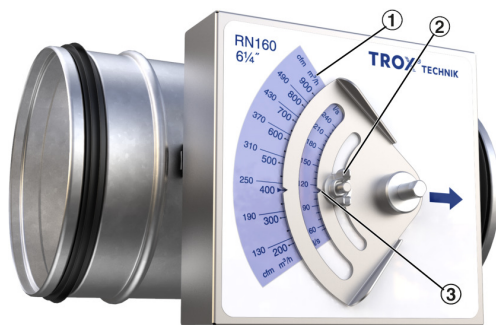

Рис. 21: Установка уровня расхода воздуха
1. ▶ Ослабьте винт (Рис. 21/2).
2. ▶ Установите выемку шкалы настройки на желаемое значение на шкале расхода воздуха (Рис. 21/3) и закрутите винт (Рис. 21/2).